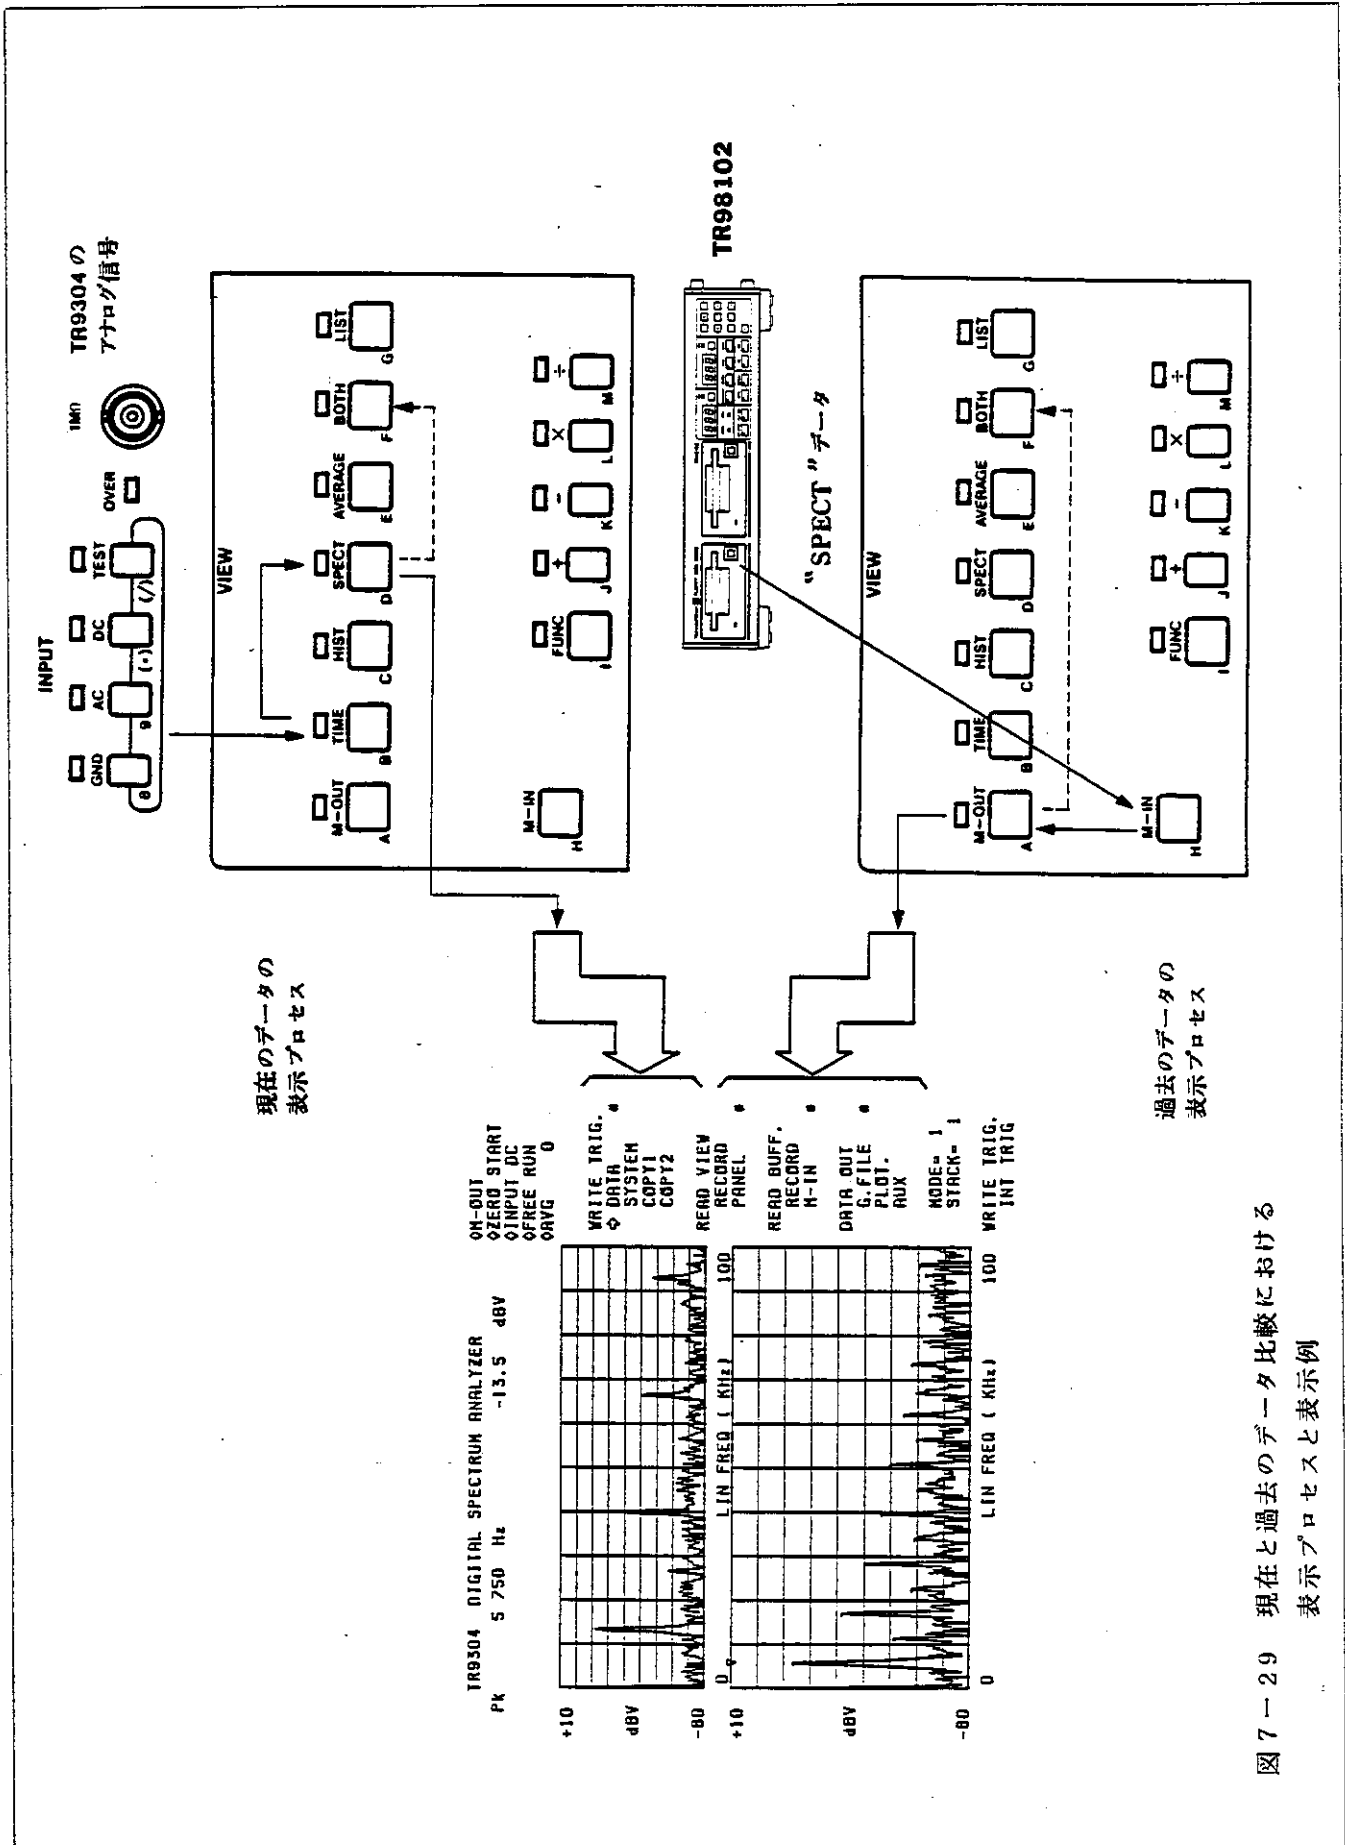

図7-29 現在と過去のデータ比較における表示プロセスと表示例
〔図 7-29〕は、過去に記録したデータを下段に戻し、現在の入力信号のデータを上段に表示している例を示します。
- ③ **TR98102** において、“**READ**”、“**MANUAL**”（または“**AUTO**”）モードによって、目的のデータ・ファイルを読み出します。〔図 7-29〕右下に示しますようにメディアからのデータは、直接 “**M-IN**” バッファ・メモリに戻されます。
- ④ **TR9304** の「**VIEW**」セクションを、**SPECT**、**M-OUT**、**BOTH** に設定します。〔図 7-29〕右上に示すように、アナログ信号は、“**TIME**”、“**SPECT**” を経て上段に表示されます。この図の例では、上段のデータは変更が可能ですが、下段に記録されたデータは、変更できません。
- ⑤ もし、アナログ入力のデータが“**HOLD**”状態ではなく、しかも記録データが“**AUTO**”モードで読み出された場合は、上段、下段のデータとも刻々変化する状態を観測することができます。
- ⑥ 必要な場合は、重ね表示および“**FUNC**”の実行が可能です。